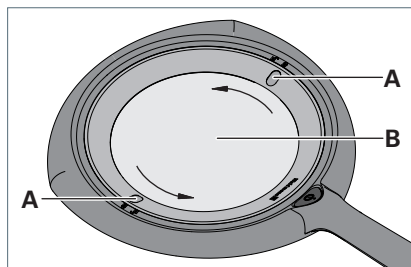

Fig. 5: Prelievo della lente.
- Ruotare l'anello con gli incavi A in senso antiorario fino a raggiungere entrambi i simboli di sblocco sulla custodia, vedi Fig. 5.